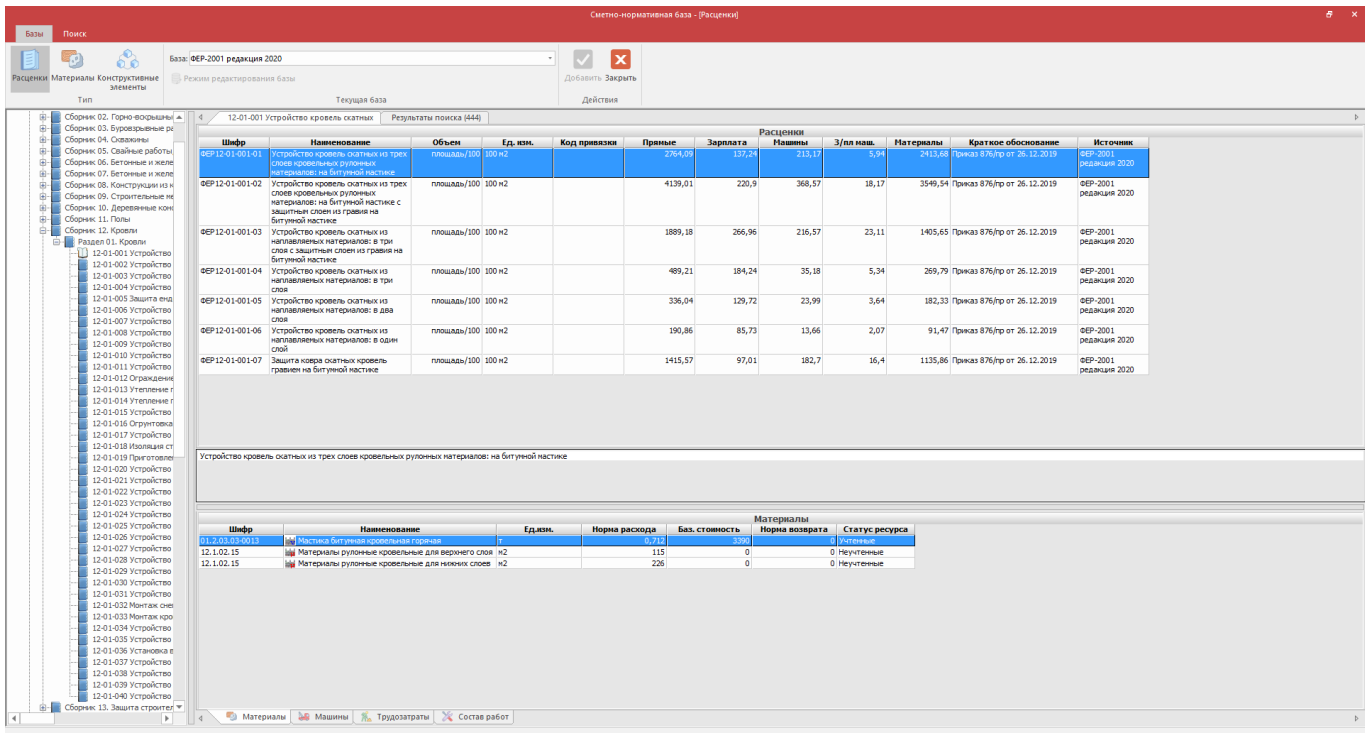

Рис. 5.1 Выбор нормы в базе
3. В открывшемся диалоговом окне *Сметно-нормативная база* (рис. 5.1) при помощи команд **Расценки**, **Материалы** или **Конструктивные элементы**, расположенных на вкладке **СНБ** выбрать тип данных;